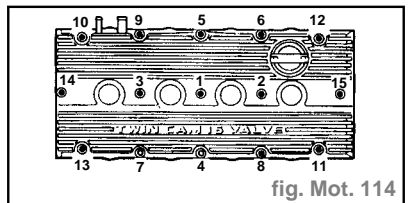

fig. Mot. 114
- Poser le couvercle d'arbre à cames (serrer tous les boulons dans l'ordre illustré à **1 daN.m** (fig. Mot. 114).
- Serrer les boulons de couvercle d'arbre à cames à **1 daN.m** dans l'ordre illustré (fig. Mot. 114).